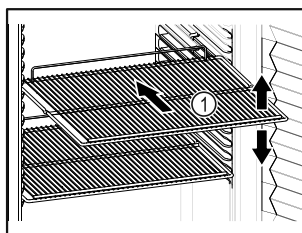

Fig. 60 Exempel
- Om gallren Fig. 60 (1) kan flyttas om ska de anpassas på höjden.